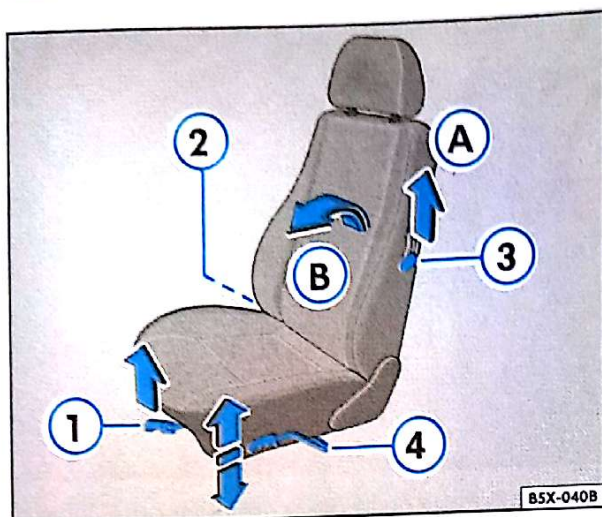

Fig. 75 Elementos para a regulagem do banco dianteiro lado condutor
- Levante a alavanca ⇒ fig. 75 ① e faça deslizar o banco para a frente ou para trás.
- Solte a alavanca ① continuando a deslocar ligeiramente o banco, até perceber o seu travamento ⇒ ⚠.
- Alivie a pressão do corpo sobre o encosto e gire o botão de comando ⇒ fig. 75 ② ⇒ ⚠.
- Para acesso ao banco traseiro dos veículos 2 portas, levante a alavanca ⇒ fig. 75 ③ no sentido da seta A, e movimente o encosto para a frente, no sentido da seta B.
- Levante a alavanca ⇒ fig. 75 ④ e movimente o corpo para a frente (forçando o assento) ou para trás (forçando o encosto), até atingir a altura desejada ⇒ ⚠.